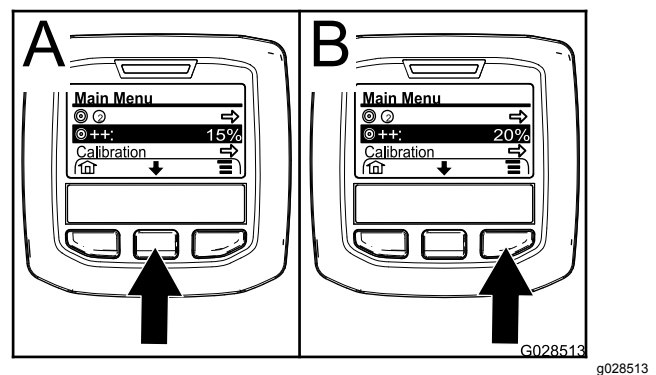

Bild 68
2. Drücken Sie ggf. die mittlere Auswahltaste, um die Dosierungsverstärkung zu markieren (Bild 68).
Hinweis: Das Symbol für die Dosierungsverstärkung hat zwei Pluszeichen (+) rechts von der Zielscheibe (Bild 68).
3. Drücken Sie die rechte Auswahltaste (Bild 68), um den Prozentsatz der Dosierungsverstärkung in Schritten von 5 % zu erhöhen (maximal 20 %).